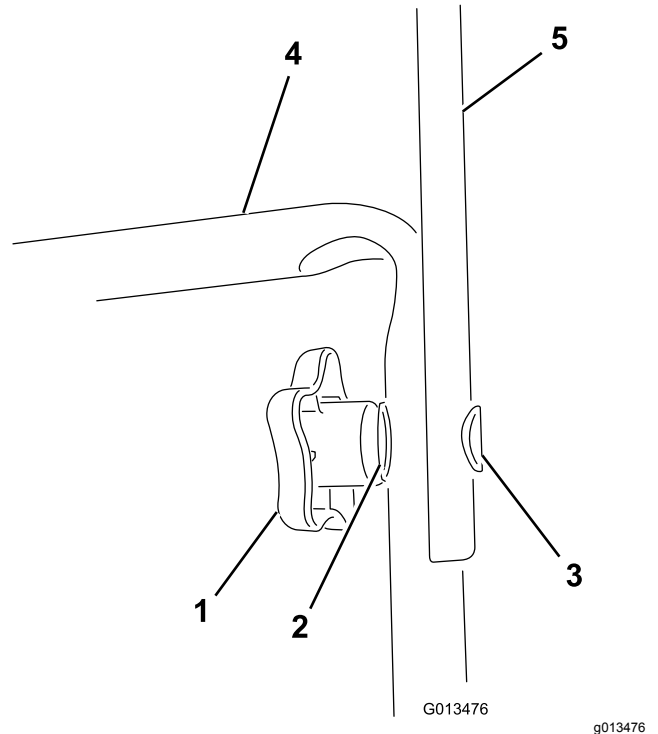

Figura 1
2. Conecte el manillar superior al manillar inferior con los pomos del manillar, las arandelas curvas y los pernos ovalados, según se muestra en Figura 1.